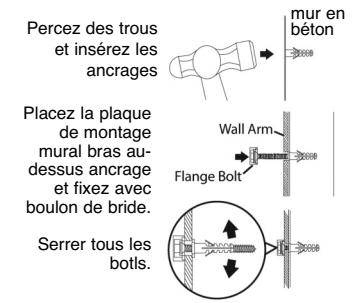

Figure 3
- Insérez les boulons à bride deux (M) dans le mur ancrés dans la plaque murale. S'assurer que le bras mural est monté avec les fentes clé vers le haut (Figures 3 et 4).